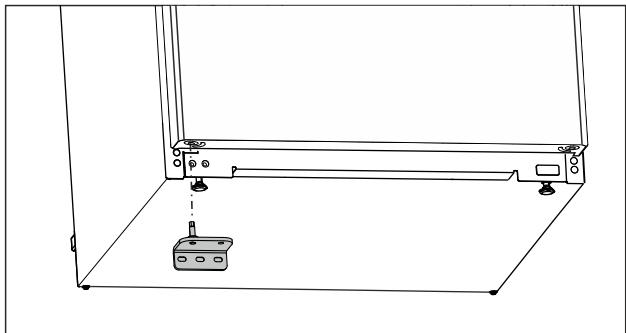

Fig. 25
- Установите нижний опорный кронштейн на противоположной стороне. (см. Fig. 25)